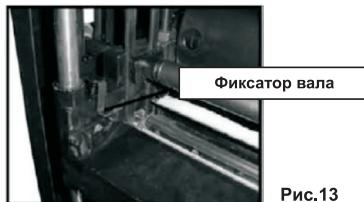

Рис.13
- фиксация вала происходит в шести различных позициях. Если вал зафиксировался в неудобной позиции, воспользуйтесь рычагом фиксации (рис. 13), нажав на который, можно ослабить фиксатор и провернуть вал дальше.